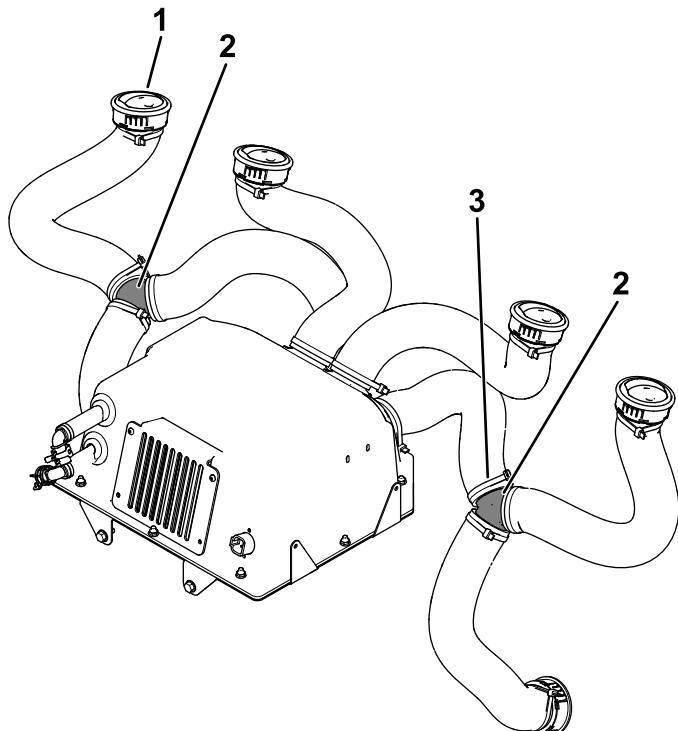
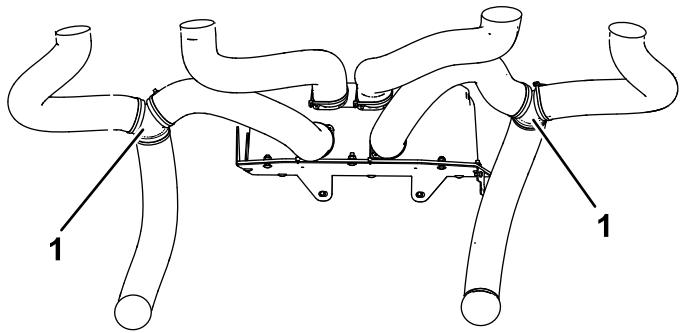

Figura 13
Figura 14
- Collegate 6 flessibili degli sfiati agli sfiati regolabili utilizzando 6 fascette per cavi grandi (Figura 13).
- Disponete i flessibili e installate i 4 sfiati regolabili nei 4 fori superiori (Figura 13).
- Disponete i flessibili e installate i 2 sfiati regolabili nei 2 fori inferiori (Figura 13).
- Collegate i 2 flessibili degli sfiati esterni ai 2 flessibili inferiori utilizzando i 2 adattatori a Y e 4 fascette per cavi (Figura 13 e Figura 14).
Collegate gli altri 2 flessibili degli sfiati ai flessibili degli sfiati esterni già montati e fissateli utilizzando 2 fascette per cavi (Figura 13 e Figura 14).
- Collegate i 4 flessibili degli sfiati alla scatola del riscaldatore utilizzando 4 fascette per cavi (Figura 13 e Figura 14).